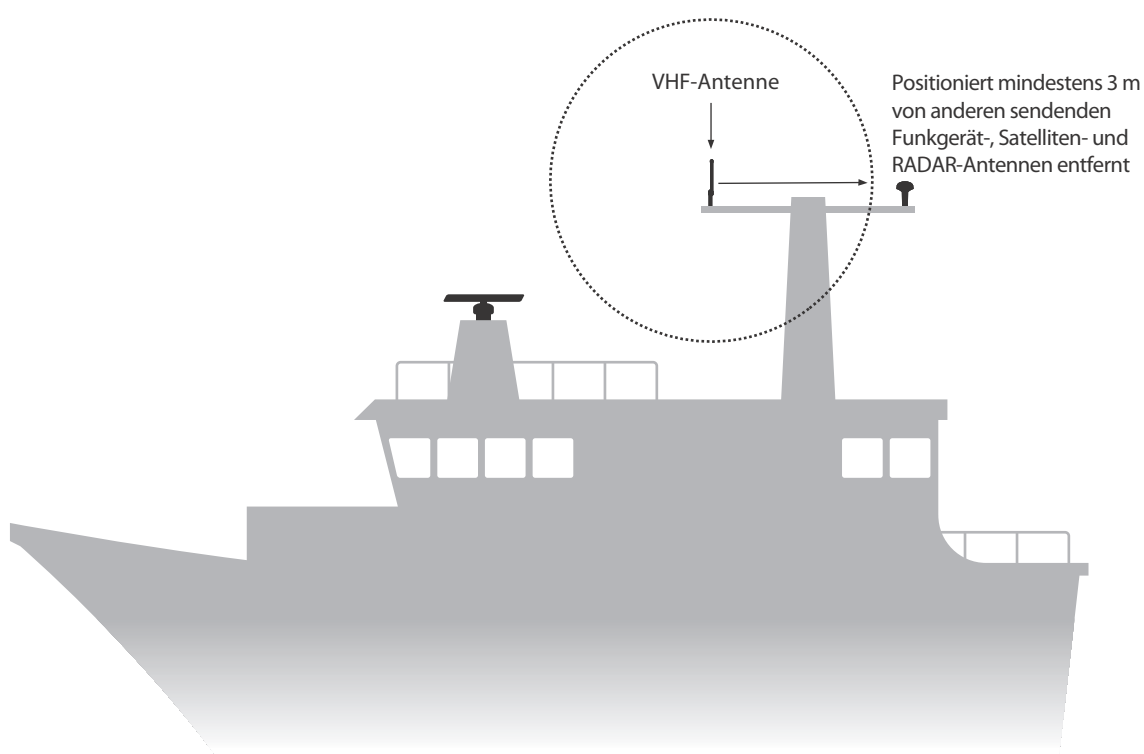

Abbildung 39 Installation der VHF-Antenne
- Die AIS-VHF-Antenne sollte idealerweise direkt über oder unter der primären VHF-Mobilfunkantenne des Schiffs montiert werden, ohne horizontalen Abstand und mit einem vertikalen Abstand von mindestens 2 m. Wenn sie sich auf derselben horizontalen Ebene wie andere Antennen befindet, sollte der räumliche Abstand zwischen diesen mindestens 10 m betragen. Weitere Informationen hierzu finden Sie in Abbildung 39.